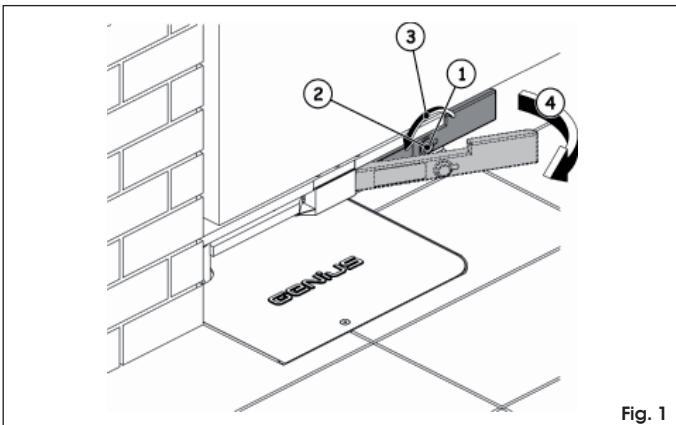

Fig. 1
- Entriegelungsschlüssel in das Schloß einstecken (Abb. 1 Bez. ②)
- Schlüssel bis zum Anschlag in Pfeilerrichtung drehen (Abb. 1 Bez. ③)
- Hebel hochziehen (Abb. 1 Bez. ④)